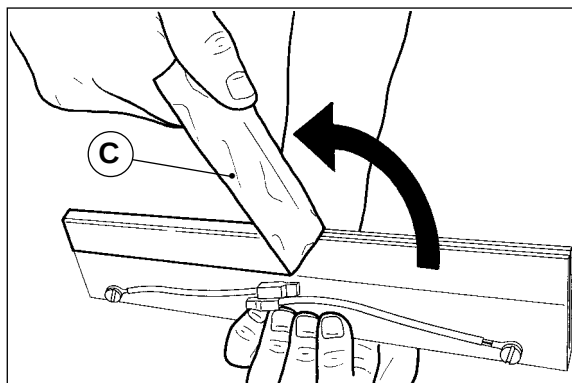

Fig. 2
- 3) Extraire la barre de soudure avec les câbles (Fig. 2).
- 2) Détacher la couverture en téflon marron (C) (Fig. 2).